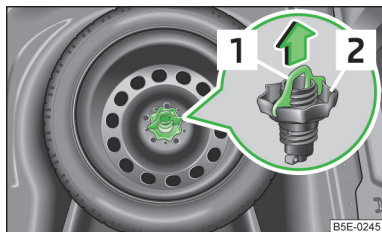

Fig. 192
La ruota di scorta è disposta in una conca sotto il rivestimento del pianale del bagagliaio ed è fissata per mezzo di un dado speciale » fig. 192.
- Togliere la protezione 1 » fig. 192 nella direzione indicata dalla freccia.
- Avvitare il dado 2 » fig. 192 in senso orario, finché la ruota non è fissata saldamente.
- Inserire la protezione 1 » fig. 192 nella direzione opposta a quella indicata dalla freccia.